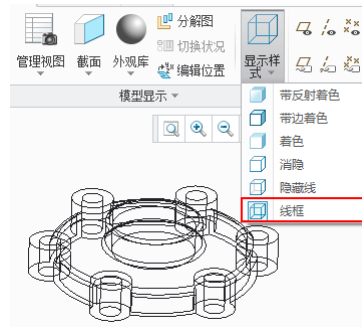

图 1-29 “线框”样式
- 线框：模型以线框形式显示，所有的边线显示为深颜色实线，效果如图 1-29 所示。